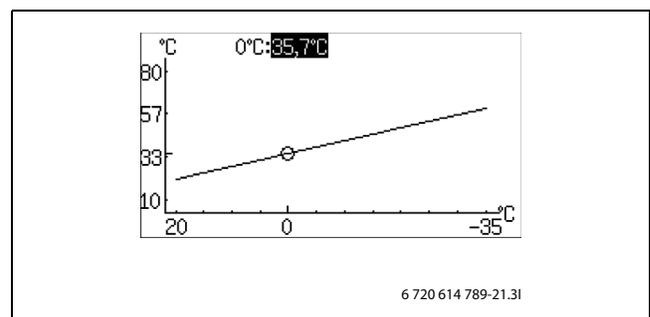

Fig. 47
- Tourner le bouton de réglage pour sélectionner 0 °C (→ figure 47).